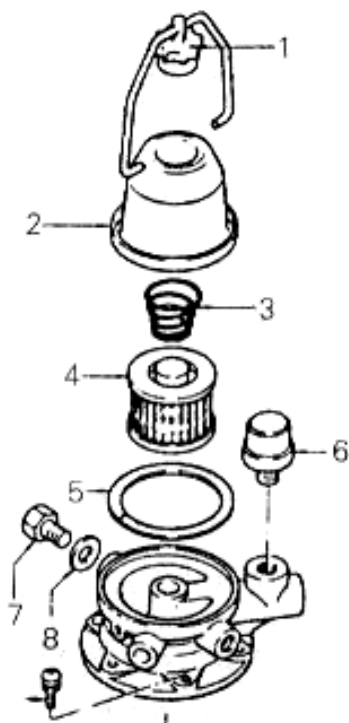

Рис. 1-7
- а) Снимите пробку сливного отверстия 7 (рис. 1-7) и слейте бензин из сопла полностью.
(2) Обслуживание топливного фильтра дизельного двигателя